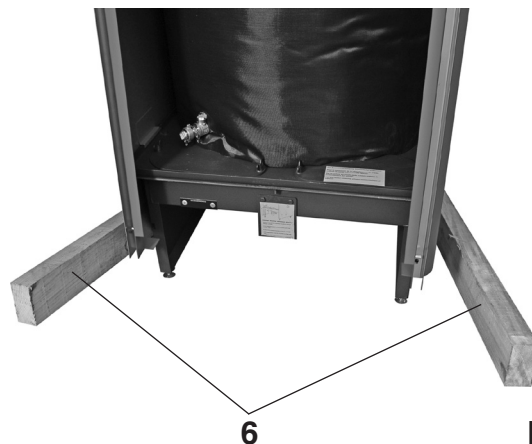

**Fig. 3**
4. Con il martinetto (4, fig. 3) sollevare la caldaia dal lato anteriore e rimuovere la barra trasversale anteriore (5).